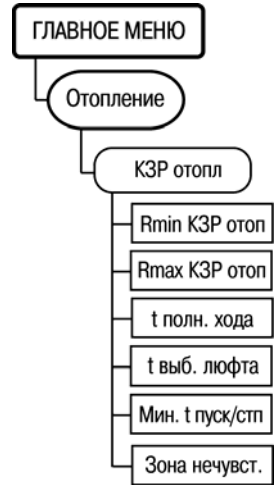

Рисунок 7.17
7.11.30 Для задания параметров КЗР теплообменника отопления служит пункт меню //Отопление/КЗР отопл. (рисунок 7.17).